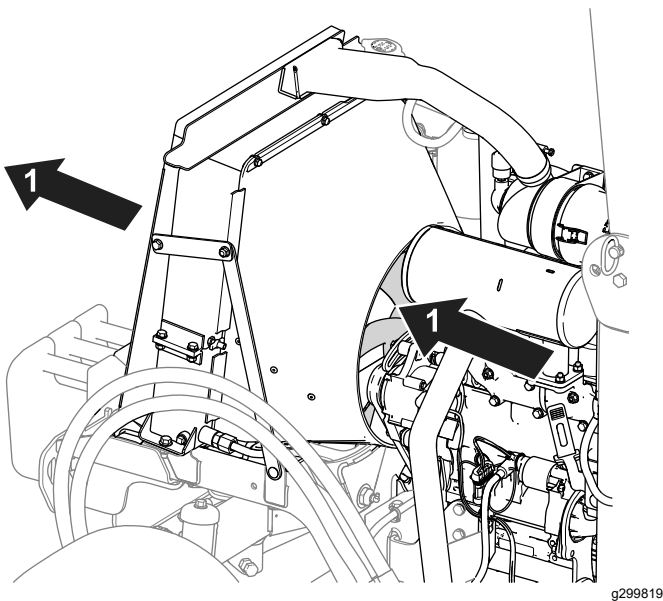

Figure 72
- Nettoyez les ailettes du radiateur à l'air comprimé. Dirigez l'air de l'intérieur vers l'extérieur de la machine (Figure 72).